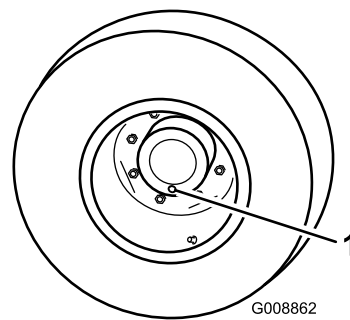

Figura 91
2. Posicione uma roda de forma a que um dos tampões de verificação se encontre na sua posição mais baixa (6 horas) (**Figura 91**).